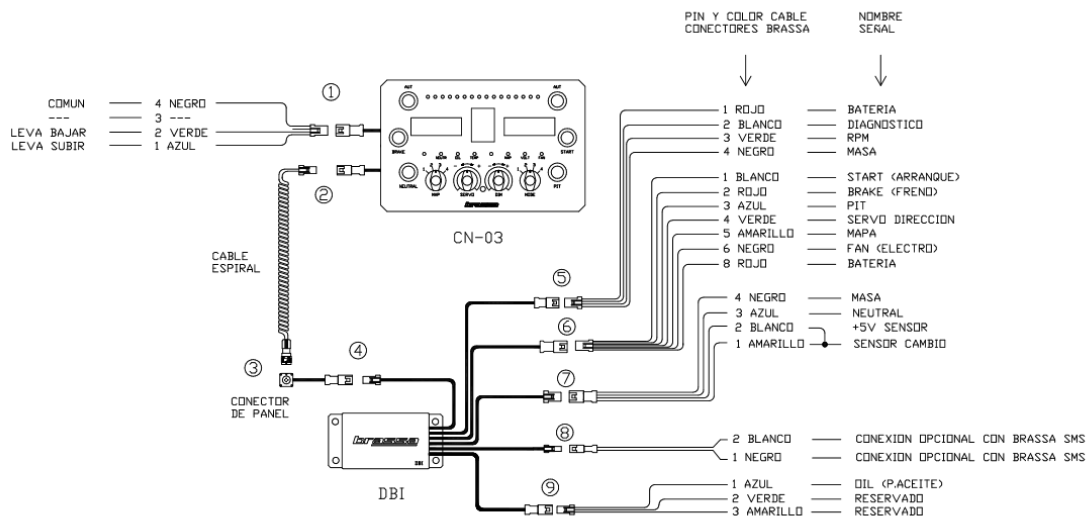

Figura 4: CN-03 + DBI + Cableado
- Unidad de interfaz DBI: Para ser montada en el panel de instrumentos. Recibe la señal de datos serie de la consola por medio del cable espiral, y genera todas las señales de entrada / salida a través del cableado multiconector para conexión con el cableado del coche (ver figura 4)